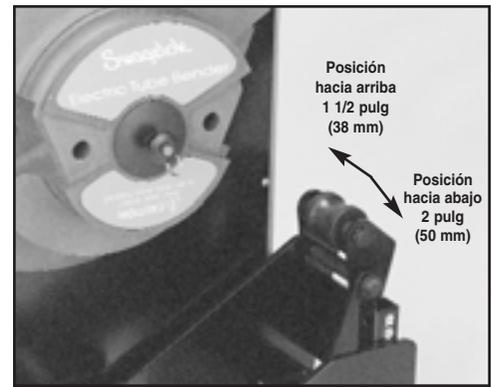

Figura 1
1. Seleccione e instale los rodillos de cola apropiados. Para curvar tubos de diámetro ext. 1 1/2 pulg (38 mm), utilice el rodillo de cola fijo en la posición superior. Para tubos de diámetro ext. de 2 pulg (50 mm), utilice el rodillo de cola fijo en la posición inferior (véase la Figura 1).